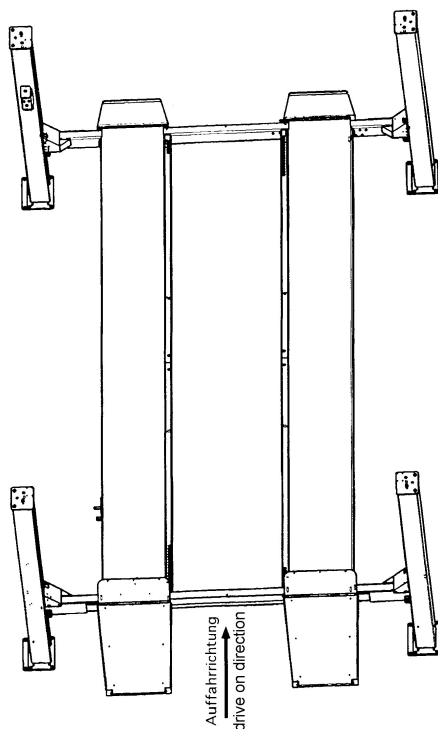

Bild 8: Auswahl der Dübellängen ohne Bodenbelag
- Der Hersteller fordert Liebig Sicherheitsdübel oder gleichwertige Dübel anderer Dübelhersteller (z.B. UPAT) mit Zulassung und unter Beachtung deren Bestimmungen. Vor dem Verdübeln der Hebebühne ist zu überprüfen, ob der Beton mit der Qualität C20/25 bis zur Oberkante des Fertigfußbodens reicht. In diesem Fall ist die Dübellänge nach Bild 8 zu ermitteln. Befindet sich ein Bodenbelag (Fliesen, Estrich) auf dem tragenden Boden, muss die Dicke dieses Belags ermittelt werden und die Dübellänge ist nach Bild 9 zu ermitteln.
Tabelle zu Bild 8